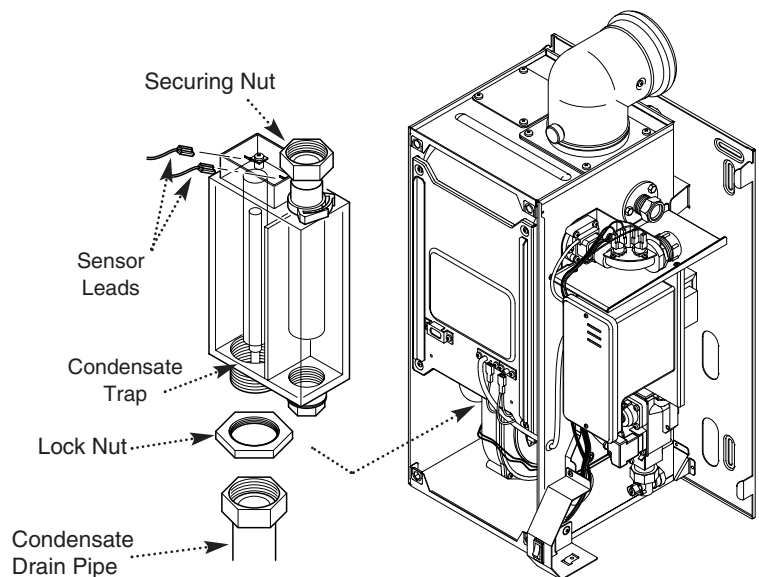

Fig. 56
13.11 Condensate Trap (Fig. 56)